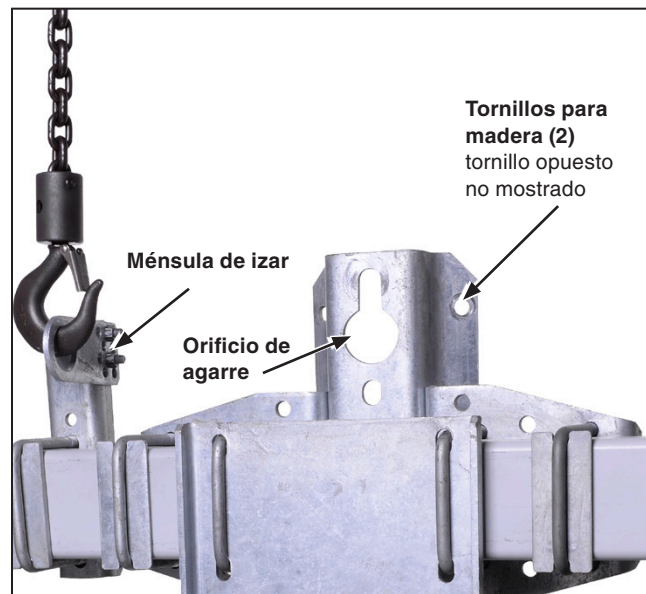

Figura 7. Elevando el Interruptor Omni-Rupter de configuración de montaje invertido a su posición.
Los interruptores en la configuración de montaje invertido están equipados con una ménsula de izar de punto sencillo permanentemente fijada a la base del interruptor. Vea la Figura 7. Para instalar el interruptor en el poste:
- Levante el interruptor como se muestra en la Figura 7 hasta que las eslingas de izar estén apenas tensas.